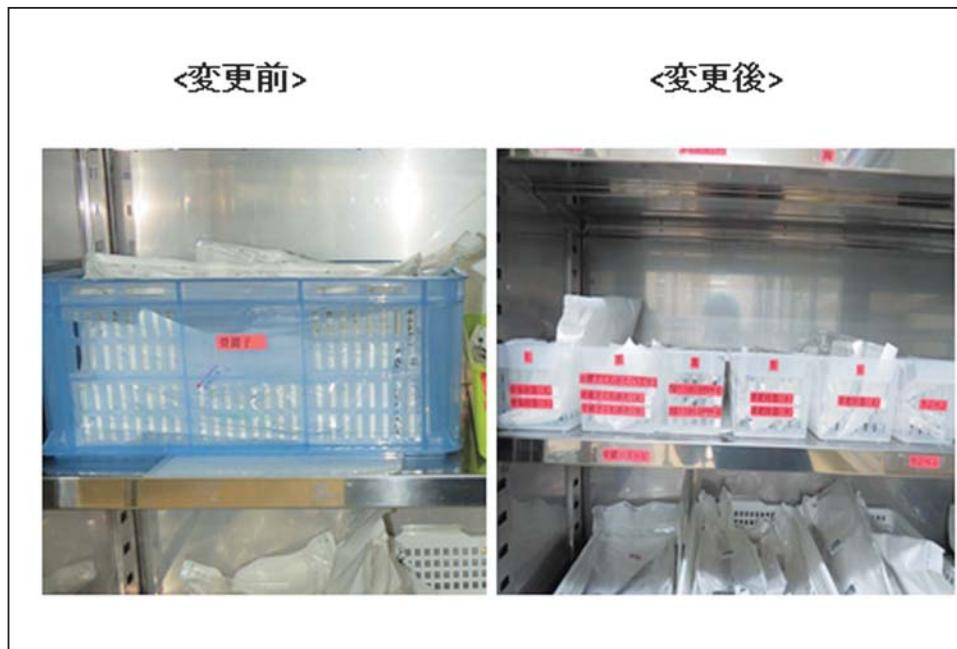

図2 対策①
- ② 一つのケースに収納してある器械の数を減らし、いくつかのケースに小分けする。（図2）